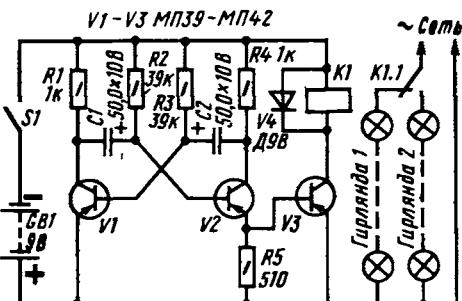

Рис. 271. Электронный переключатель
**Электронный переключатель.** Этот прибор, схема которого показана на рис. 271, можно использовать для коммутации двух елочных гирлянд, питающихся от сети переменного тока. Сам же электронный переключатель можно питать от двух батарей 3336Л, соединенных